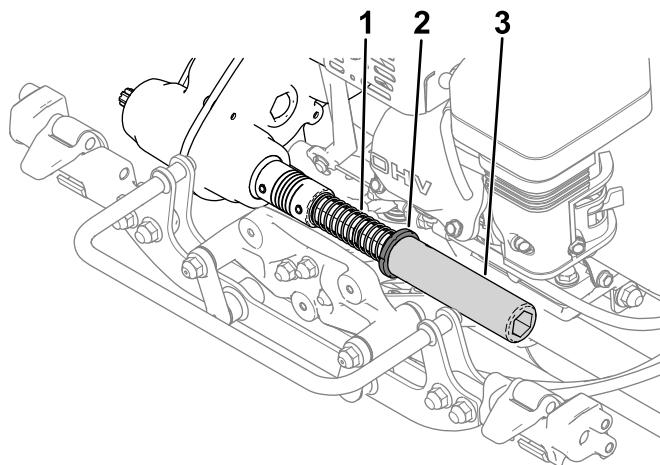

Figure 9
2. Installez le ressort, le collet et le tube hexagonal sur l'arbre d'accouplement de la transmission (Figure 9).